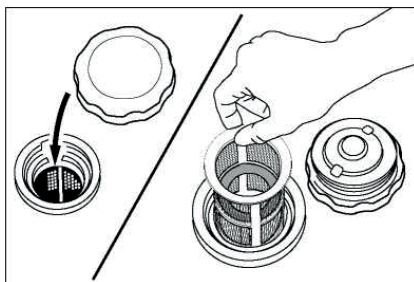

Рис. 20
1. Снимите пластмассовый фильтр, расположенный под крышкой горловины топливного бака (рис. 20).